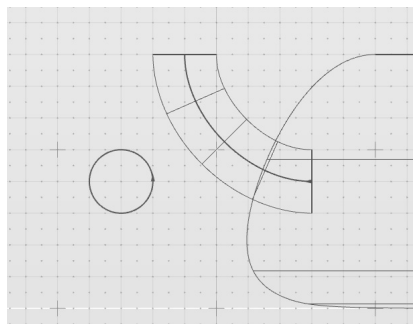

图 5-52 创建管道曲面
3) 使用“管道”工具创建管道曲面, 按照控制台提示, 将圆曲线设置为剖面曲线, 将开放的 NURBS 曲线作为轨道, 获得结果如图 5-52 所示。